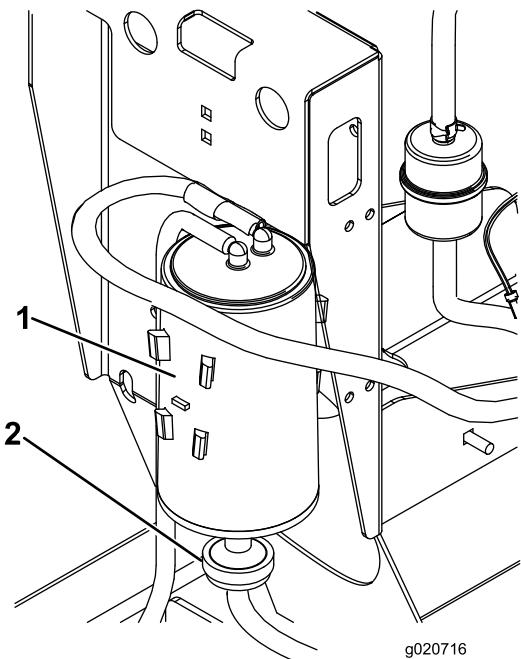

Figura 21
2. Desligue o tubo do filtro de ar do recipiente de carbono (Figura 21).
3. Retire e deite fora o filtro de ar do recipiente de carbono (Figura 21).